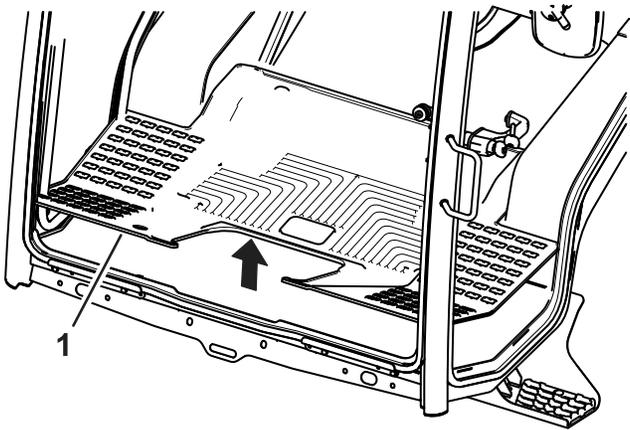

Bild 10
1. Entfernen Sie die Gummi-Bodenmatte (Bild 10).